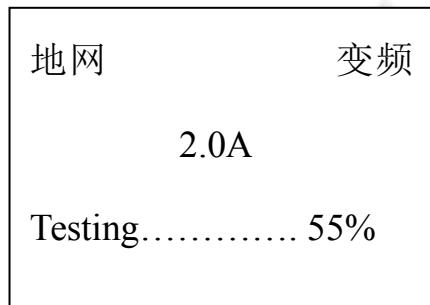

图 6
3.5、测试：打开高压允许开关，当光标在测试项目上时，按确认键大约 5 秒钟开始测试。测试过程中显示的画面如图 6（地网，变频）所示，当下面的进程到 100% 时候测试完毕，然后显示测量结果见图 7 所示，此时光标指示打印机图标，按确认键打印报告。测量结果的意义如下：